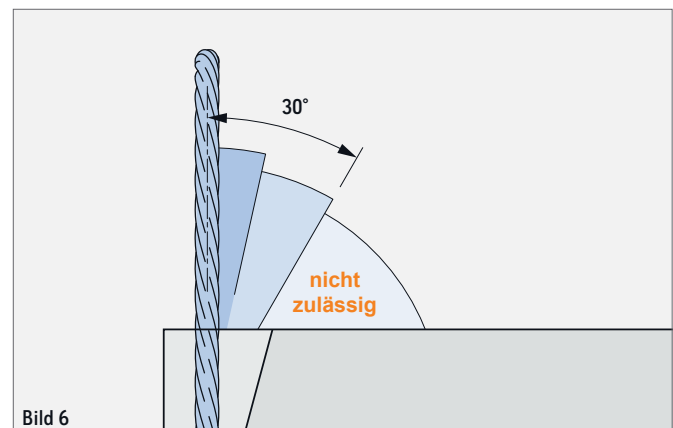

Bild 6
- » Die Winkelschlaufen dürfen nur mit einem Schrägzugwinkel von max. 30° belastet werden (siehe Bild 6).